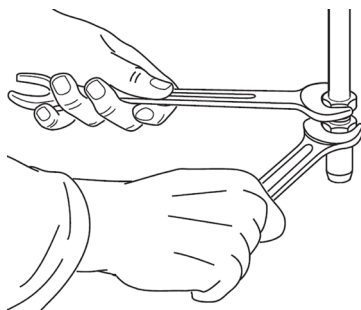

Fig. 2.3
Die Anschlussgruppe (Abb. 2.3) besteht aus:
- zur Sicherung der Teile zwei Schraubenschlüssel verwendet werden (Abb. 2.3);
- zur Sicherung des starren oder flexiblen Rohrs zwei Schraubenschlüssel verwendet werden (Abb. 2.3).